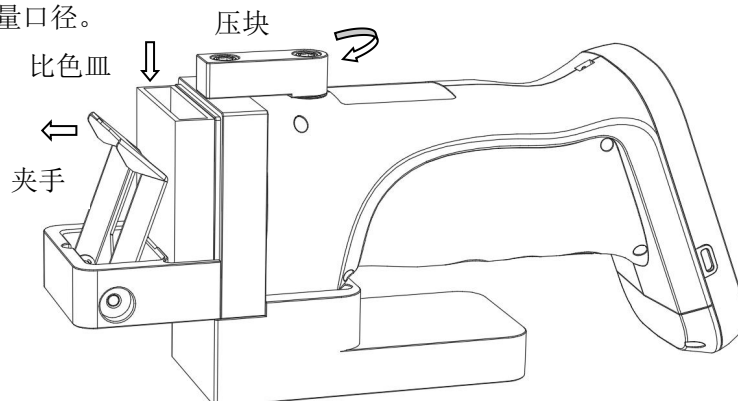

图 2
2. 如图 2，确认仪器装入到位后，将小压块摆正，对正仪器螺母孔，用扳手锁入配置的 M5 螺栓，同时锁紧两颗螺栓，保证仪器底端面抵紧组件。
3. 如图 2，扳开夹手，按图示位置装入准备好待测样的比色皿，缓慢松开夹手，使比色皿紧贴测量口径。